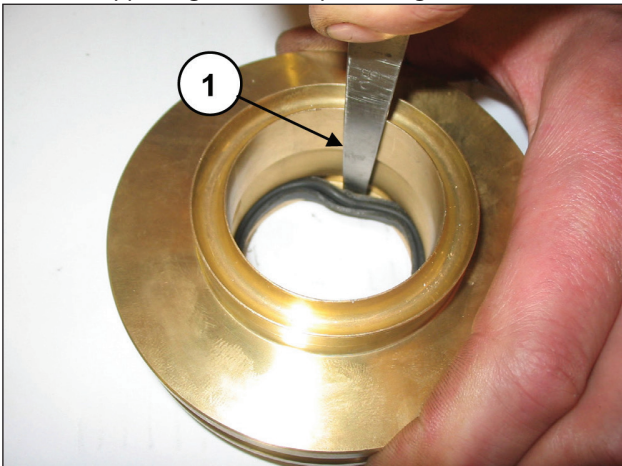

Fig. 133
Per togliere la guarnizione di bassa pressione è necessario utilizzare uno spessore o un attrezzo che non danneggi la sede del supporto guarnizione (pos. ①, Fig. 133).